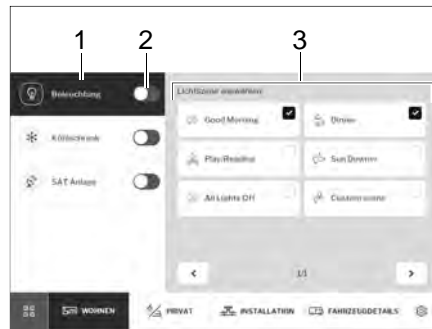

Bild 258 Beleuchtung
- Mit Schiebeschalter (Bild 258,2) Beleuchtung ein- oder ausschalten.
- Auf Schaltfläche *Beleuchtung* (Bild 258,1) tippen.
Im Bedienfeld (Bild 258,3) Lichtszene wählen.